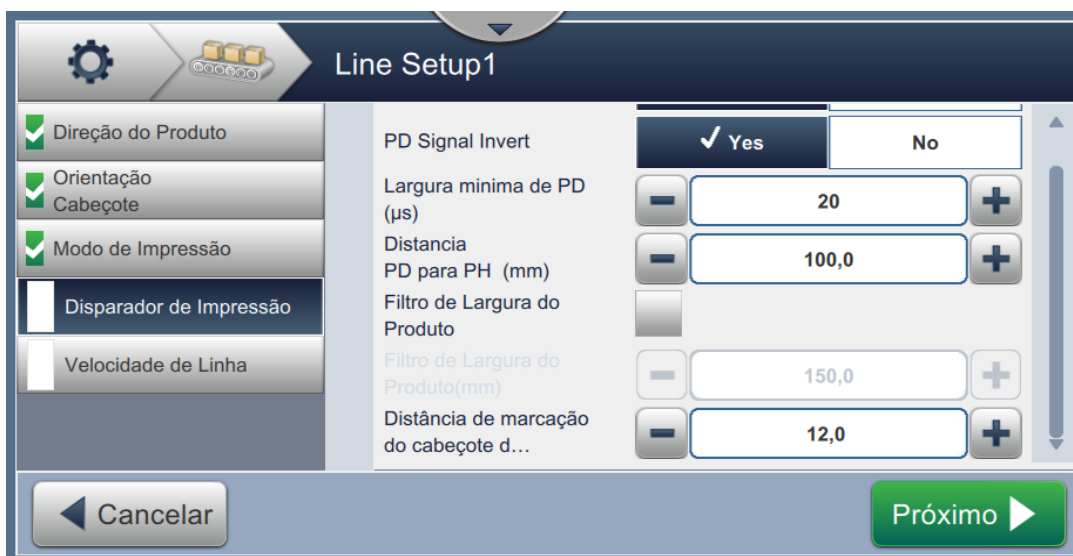

Figura 6-33: Definição de linha – Disparador de impressão
1. Toque na opção *Disparador de impressão*, na tela Configuração de definição de linha, como mostra a Figura 6-33.